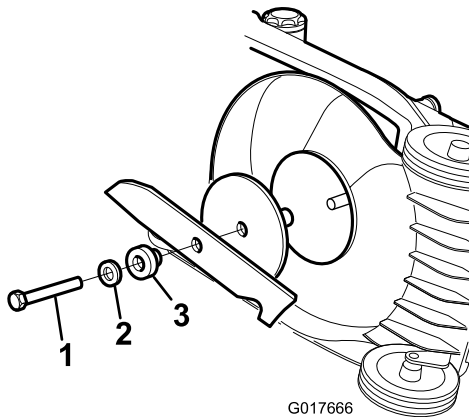

Bild 22
1. Fassen Sie das Ende des Messers mit einem stark wattierten Handschuh oder einem Lappen an (Bild 22).
Montieren Sie ein scharfes, ausgewuchtetes Messer und die Messerschraube. Die Windflügel müssen nach oben in Richtung Rasenmähergehäuse weisen. Ziehen Sie die Schnittmesserschraube auf 54 Nm (Bild 22).